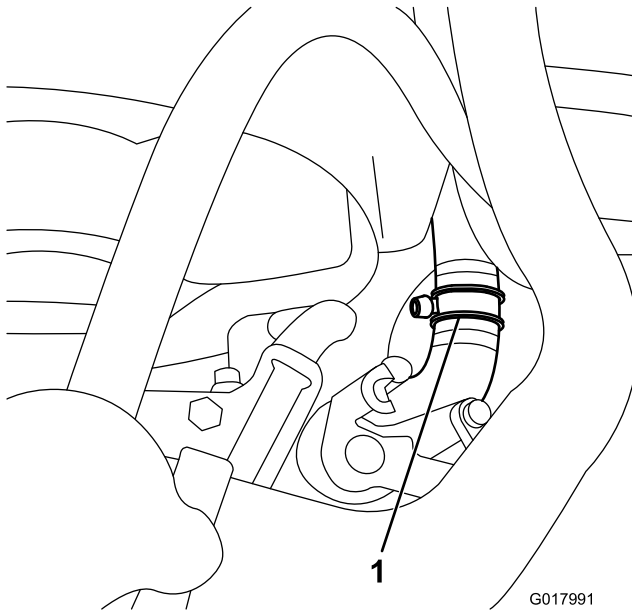

Bild 27
3. Schneiden Sie den unteren Kühlerschlauch ungefähr 54 mm vom Ende des Schlauches durch, der zum Kühler verläuft (Bild 27).
4. Schließen Sie das T-Anschlussstück mit zwei breiten Schlauchklemmen an jedes neue abgeschnittene Ende des unteren Kühlerschlauchs an (Bild 27).